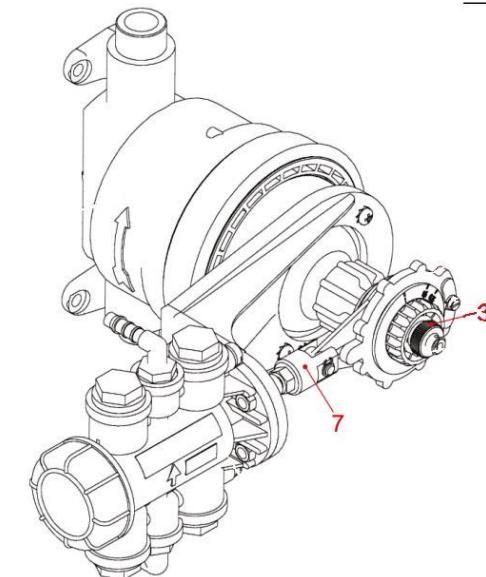

Abb. 18: Rändelmutter und Kolbenstange
- ◆ Schrauben Sie die Rändelmutter (Abb. 18; Pos. 3) vom Exzenter ab und ziehen den Exzenter von der Exzenteraufnahme des Wassermotors ab.
- ◆ Bewegen Sie die Kolbenstange (Abb. 18; Pos. 7) der Dosierpumpe manuell so lange vor- und zurück, bis klares Wasser ohne Produktrückstände aus dem Strömungswächter austritt.